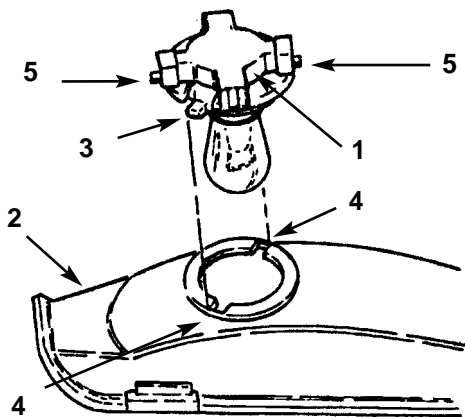

Figure 35
3. Tourner le porte-ampoule d $\frac{1}{4}$ de tour dans le sens horaire et le déposer du réflecteur (Fig. 35).
2. Le porte-ampoule est muni de deux languettes (Fig. 35). Aligner les deux languettes avec les encoches du réflecteur, installer le porte-ampoule dans le réflecteur et lui donner $\frac{1}{4}$ de tour dans le sens horaire jusqu'à ce qu'il s'arrête.